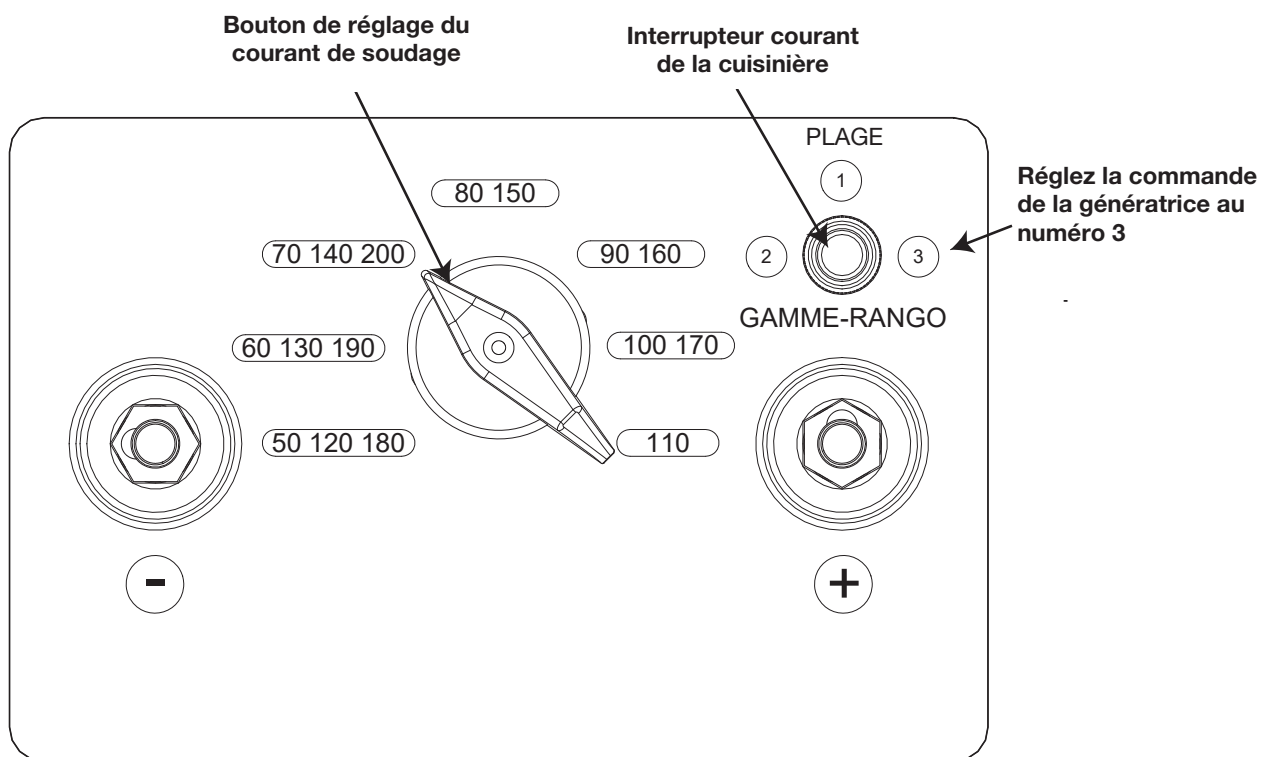

Figure 6 Panneau de commande
L'INTERRUPTEUR INDIVIDUEL DE CUISINIÈRE ACTUEL (SITUÉ AU HAUT À LA DROITE DU PANNEAU DE COMMANDE DE L'ALTERNATEUR) DOIT ÊTRE RÉGLÉ AU NUMÉRO 3 (POSITION LA PLUS À DROITE) POUR UNE OPÉRATION DE 120 VAC OU DE 240 VAC. RÉFÉREZ-VOUS À LA FIGURE 6 (PAGE 13).
4. Réglez la plage de courant désirée à l'aide de l'interrupteur sélecteur de plage situé dans le coin supérieur droit du tableau de commande de l'alternateur. Reportez-vous à la figure 6 (page 13). Le chiffre blanc
① indique la gamme basse, le chiffre noir ② la gamme moyenne et le chiffre rouge ③, la gamme haute.
5. Réglez le bouton de réglage du courant de soudage (voir la figure 6) à l'intensité appropriée pour le diamètre de l'électrode. Veuillez consulter le fabricant de l'électrode pour connaître les réglages appropriés du courant.